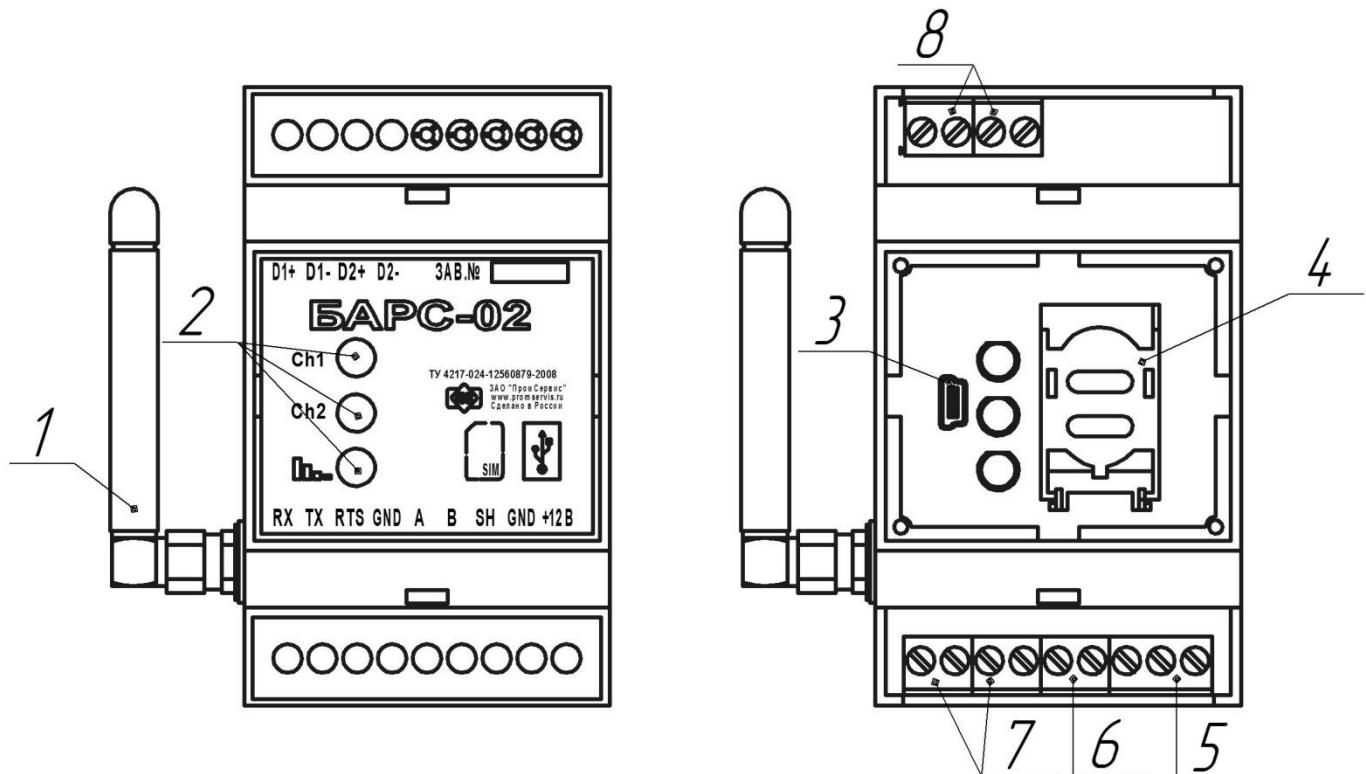

Рисунок 1 – Расположение основных элементов **БАРС-02-Р-З-П**
4.8 Сигнальные светодиоды соединения, расположенные на лицевой крышке блока БАРС-02-Р-3-П индицируют наличие соединения с серверами сбора данных по каждому каналу «Ch1», «Ch2» (рисунок 1). При наличии соединения включается соответствующий номеру канала светодиод, при отсутствии соединения – выключается.
- Подключить виртуальный СОМ-порт ПК через кабель USB/miniUSB (далее USB кабель) к разъему miniUSB тип В расположенному под крышкой корпуса (рисунок 1 поз.3).
5.6 После подачи блоком светового сигнала индикатором «», расположенном на лицевой панели (рисунок 1), не позднее 15 с нажать кнопку “OK”. При сообщении об успешном соединении нажать кнопку “Считать из контроллера”, при этом текущие настройки отобразятся в соответствующих полях. Для БАРС-02-Р-3-П пользовательский интерфейс представлен на рисунке 4.
- 6.3 Подключить источник питания к соответствующим контактам клеммного блока (5) (рисунок 1) согласно схеме подключения (Приложение Б, рисунок Б.4)
- 6.4 Подключить соединительный кабель от прибора учёта к контактам клеммных блоков (7,6) (Рисунок 1) согласно схеме подключения (Приложение Б, рисунок Б.2, рисунок Б.3).
- 6.5 При необходимости к контактам клеммных блоков (8) (рисунок 1) подключить охранно-пожарные дискретные датчики, учитывая схему входных каскадов, представленную в приложении Б, рисунок Б.5.
- 6.7 Установить SIM-карту в держатель (4) (рисунок 1) с активированной услугой передачи данных по GPRS-каналу и отключённой функцией проверки PIN-кода.